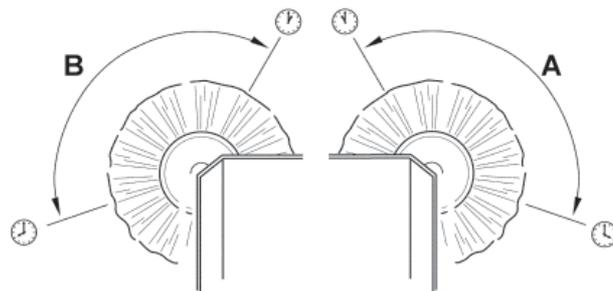
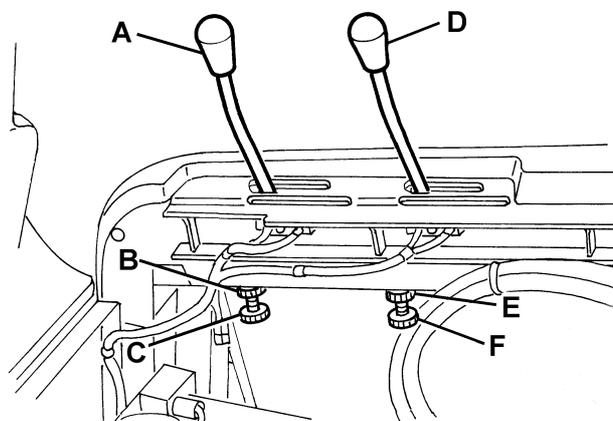

Abbildung 9
Abbildung 10
- Prüfen, ob die Seitenbesenspuren hinsichtlich Ausdehnung und Ausrichtung der Abbildung (A und B, Abb. 9) entsprechen.
2. Feststellbremse mit dem Pedal (75) und dem Hebel (68) betätigen.
3. Zündschlüssel (69) in Stellung 0 drehen.
4. Haube (22) öffnen und mit der Stützstange (36) sichern.
5. **Für den rechten Seitenbesen:** Hebel (A, Abb. 10) durch Lösen der Mutter (B) und Betätigen der Einstellvorrichtung (C) bis zum Erhalt der richtigen (A, Abb. 9) Spur verschieben. Einstellvorrichtung mit der Mutter (B, Abb. 10) sichern.
- Für den linken Seitenbesen:** Hebel (D, Abb. 10) durch Lösen der Mutter (E) und Betätigen der Einstellvorrichtung (F) bis zum Erhalt der richtigen (A, Abb. 9) Spur verschieben. Einstellvorrichtung mit der Mutter (E, Abb. 10) sichern.